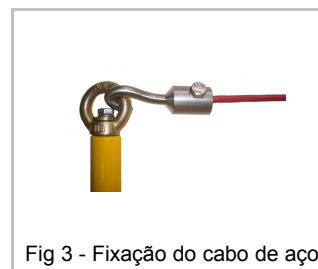

Fig 3 - Fixação do cabo de aço
2.3 Cortar o cabo de aço na medida desejada e prendê-lo nos ganchos e no esticador, inserindo-o no orifício e apertando firmemente seu parafuso. Engatar os ganchos no olhal da chave e do tracionador conforme mostrado na fig.3.